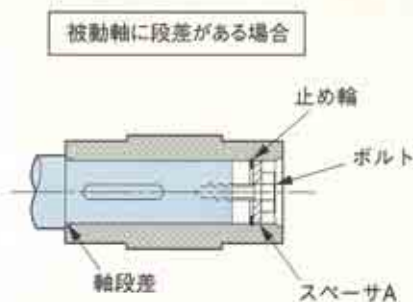
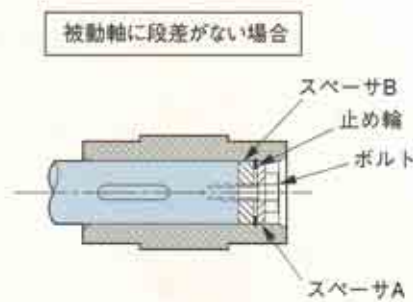

図2
図3
- ・図2・図3のような、止め輪・ボルト・ナット・スペーサ等の部品を準備して、被動軸を中空出力軸へ固定してください。